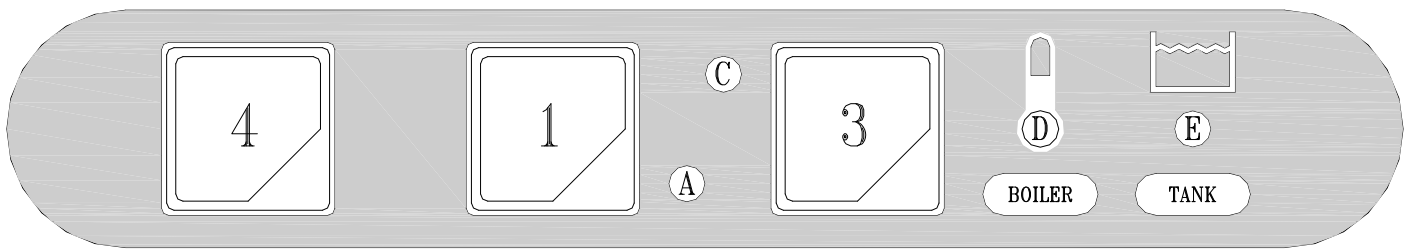

Fig. 3-2
- When the water intake cycle is complete, open the door (I) and add detergent (about 2 g. per litre of tank capacity). Position the full basket (L) and close the door (I). Select the appropriate washing cycle by pressing button (4) short cycle (button pressed) ÷ long cycle (button not pressed). Now press the START button (3) (at least for 2 seconds) and the wash cycle displayed by light (C) will start. When the cycle is over, this light goes out. To turn off the appliance, turn the switch (1) to (0). Light (A) indicates the appliance is off (Fig.3-2+3-3).
**N.B.:** *It is recommended to start the wash cycle when both light of the heating elements, boiler (D) and tub (E) are off, as indicated at point 3.1 Start up.*
- Nach erfolgter Füllung die Tür (I) öffnen und das Spülmittel einfüllen (ca. 2g/l Fassungsvermögen des Spülbehälters). Den gefüllten Geschirrkorb (L) einsetzen und die Tür (I) schließen. Das Programm durch Drücken des Druckknopfes (4) wählen kurzer Spülgang (Taste gedrückt) ÷ langer Spülgang (Taste losgelassen). Nun die START-Taste (3) mindestens 2 Sekunden lang drücken, und das Spülprogramm beginnt, die Kontrolllampe (C) leuchtet auf und am Programmende erlischt die Kontrolllampe. Um das Gerät auszuschalten, muß der Schalter (1) auf die Position (0) gestellt werden, die Kontrolllampe (A) erlischt. (Bild.3-2+3-4).
**N.B.:** *Es wird empfohlen, den Arbeitszyklus erst zu starten, wenn die Kontrolllampen der Heizelemente Boiler (D) und Bottich (E) erlöschen, wie in Punkt 3.1 Inbetriebnahme angezeigt.*